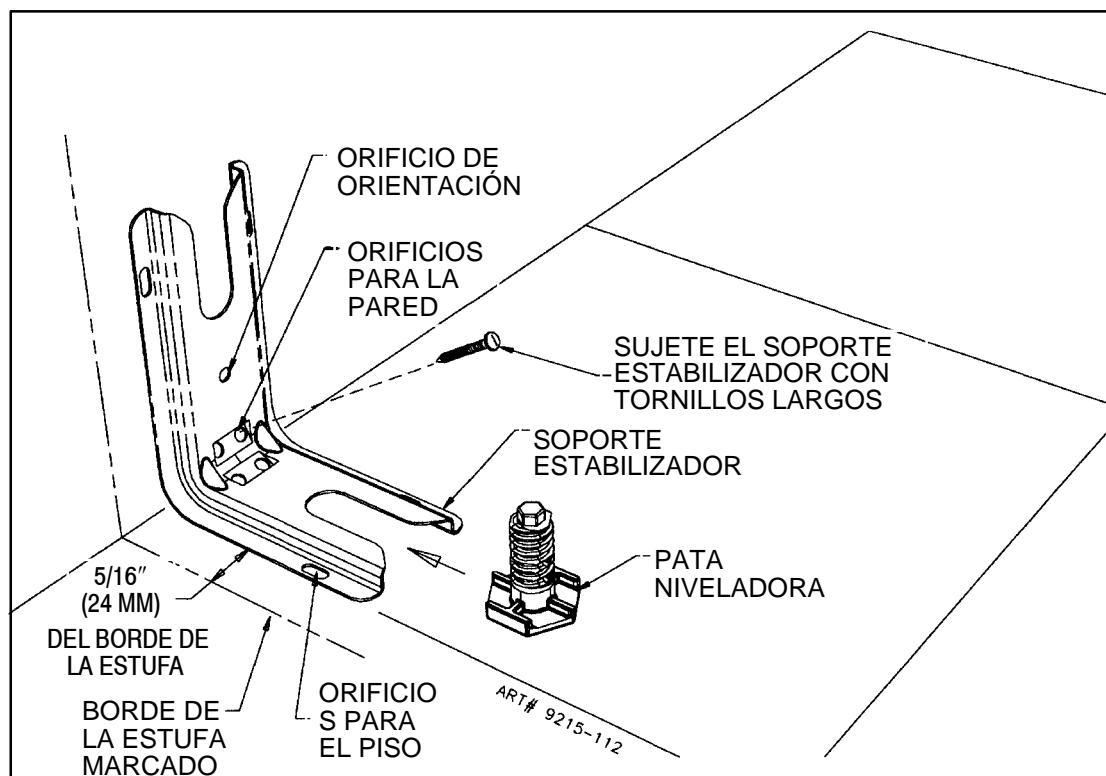
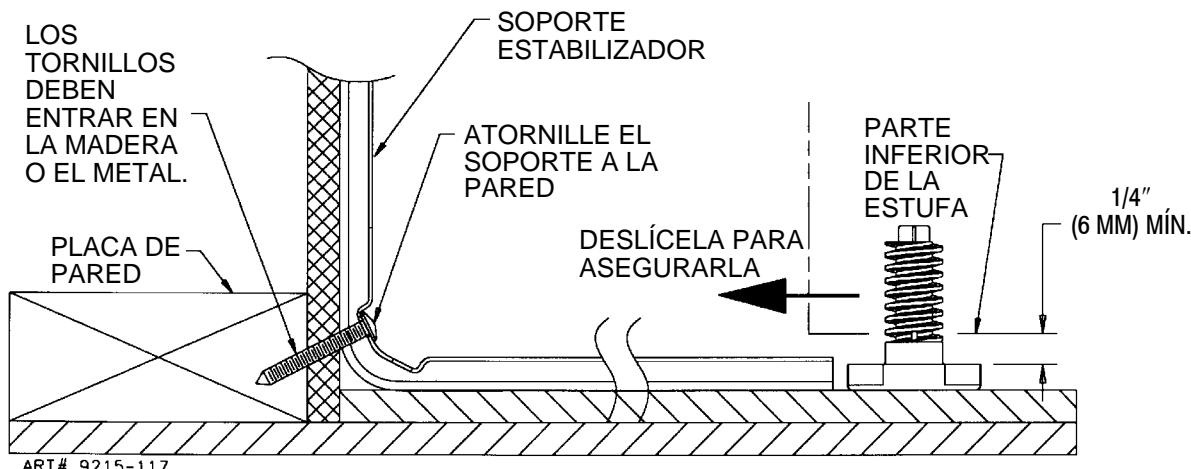

FIGURA 3
FIGURA 4
PASO 1 -Ubicación del soporte ESTABILIZADOR (vea la figura 3)
- B. Coloque el SOPORTE del "BORDE" marcado a 15/16" (24 mm) del centro de la abertura y contra la pared posterior según se muestra en la figura 3, con el orificio de orientación hacia la pared.
- C. Use el soporte como plantilla y marque los orificios necesarios, según se muestra en la figura 3, para el tipo de construcción que se utilizará.
1. Piso: Ubique el centro de los dos orificios que se identifican en la figura 3 como "ORIFICIOS PARA EL PISO". Taladre un agujero piloto de 1/8 (3 mm) en el centro de cada orificio (puede utilizarse un clavo o una lezna si no tiene una broca).
2. Pared: Ubique el centro de los dos orificios que se identifican en la figura 3 como "ORIFICIOS PARA LA PARED". Taladre un agujero piloto en ángulo de 1/8" (3 mm) en el centro de cada orificio según se muestra en la figura 4. (Puede utilizarse un clavo o una lezna si no tiene una broca). Asegure el soporte ESTABILIZADOR al piso con los dos tornillos que se proporcionan según se muestra en la figura 4. Continúe con el PASO 3.
- B. Alinee la estufa en la ubicación que se desee y deslícela hacia atrás en su lugar. Nota: Se necesita una distancia mínima de $1/4"$ (6 mm) entre la estufa y la pata niveladora que asegurará el SOPORTE ESTABILIZADOR, vea la figura 4.